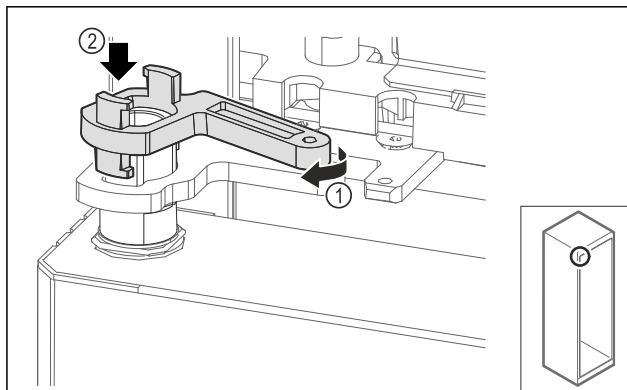

Fig. 66
- Narahlo obrnite zapiralni ležajni podstavek Fig. 66 (1) in ga namestite na tulec Fig. 66 (2).